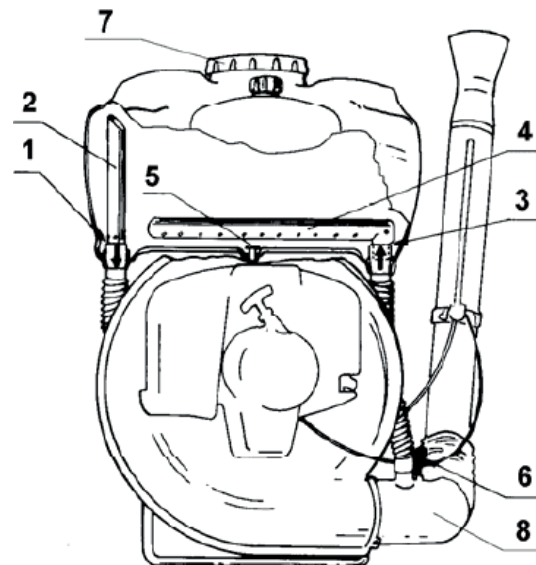

Ilustración 6 Transformación en polvos
3. Destape el tapón del tanque de líquidos, Ilustración 6 pos. 7
4. Quite el filtro, el tubo conectado al filtro y los 2 tapones (con sus respectivas anillas de sujeción) de la Ilustración 6 pos. 1 e pos. 3. Conserve las piezas.
5. Introduzca el tapón en el agujero de salida de líquidos, Ilustración 6 pos. 5. Encontrará el tapón en la bolsa de las herramientas.
7. Introduzca el tubito inclinado en el codo orientándolo como se indica en la Ilustración desmontar y después volver a montar el tubo flexible negro, el tubo va dentro del codo ( 7 (para hacerlo es necesario Ilustración 6 pos. 8).
La cantidad de salida de polvo puede ser regulada con la palanca de la ilustración 6 pos. 6.
Para transformar nuevamente a líquido el equipo debe llevar a cabo la secuencia opuesta a lo indicado anteriormente, controlando la correcta introducción de los tapones, las anillas de sujeción y del tubo que lleva la presión al tanque, Ilustración 6 pos. 3.
Para facilitar el montaje de las anillas de sujeción en los tapones, Ilustración 6 pos. 3 y pos. 1, se aconseja montar antes la anilla de sujeción en el fondo del manguito del depósito y después el tapón.